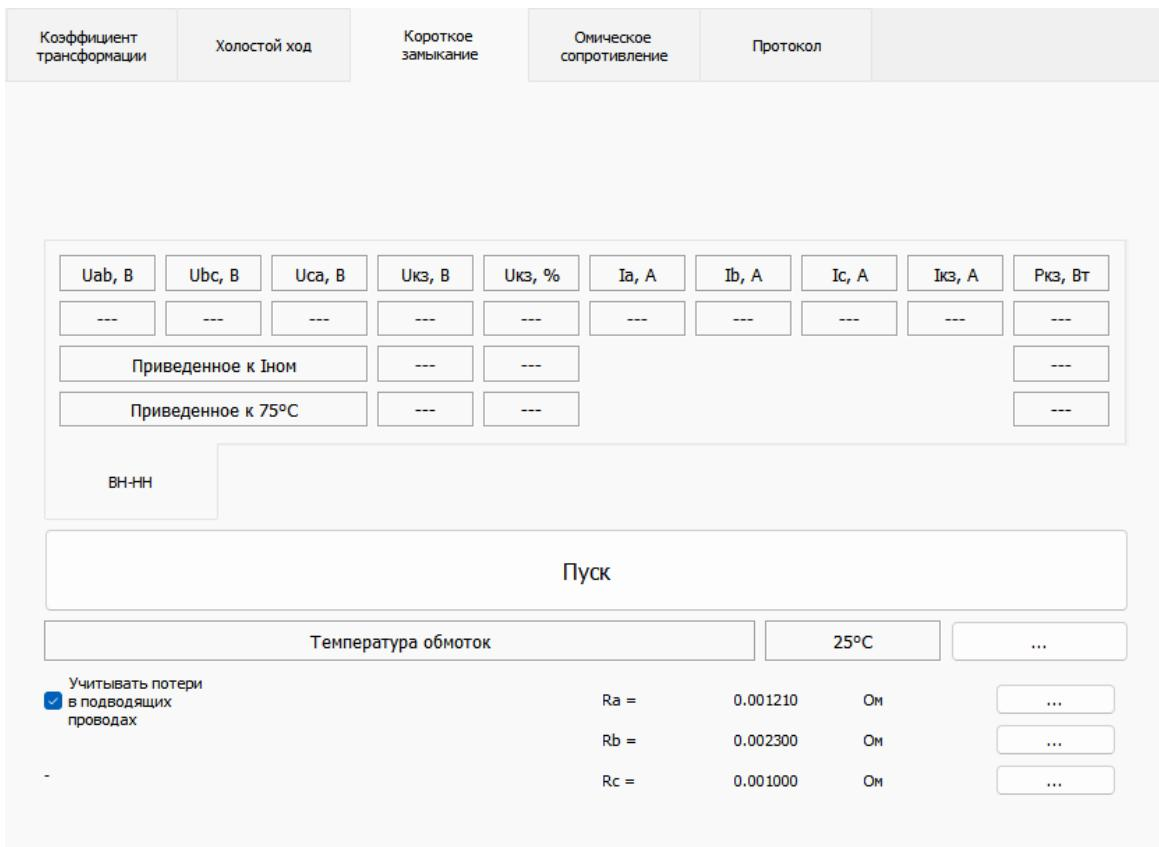

Рис. 22. Вкладка «Короткое замыкание»
**5.4.5.** Переключаемся на вкладку «Короткое замыкание» (рис. 22). Нажатием на кнопку «...» в поле «Температура обмоток» открываем диалоговое окно и устанавливаем корректную температуру. Затем подаем испытательное напряжение такое, чтобы фазные токи не превышали номинального значения. Контроль осуществляется на панели «Параметры входного сигнала». Измерение производится по нажатию кнопки «Пуск».
Для внесения таких поправок необходимо установить флагок «Учитывать потери в подводящих проводах» (рис. 22). После чего появится возможность внести значения сопротивлений используемых проводов и в результаты испытаний будут вноситься рассчитанные поправки.